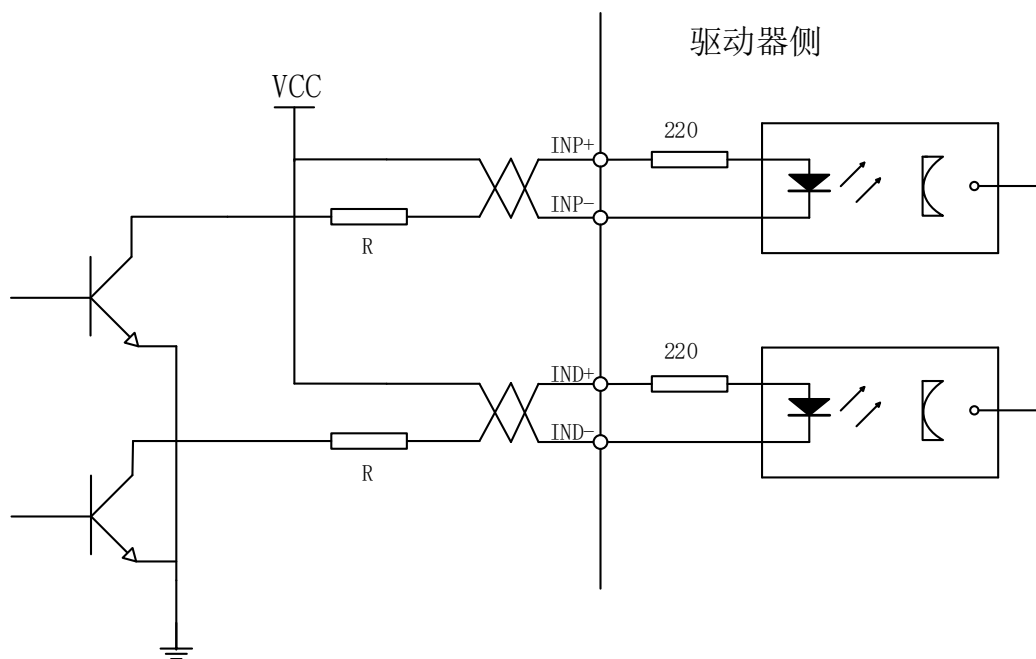

图 2-4: Type3 脉冲量输入接口的单端驱动方式: VCC=24V (R=2k)
- 3、若脉冲量为 $24\text{V}$ ，需外接 $2\text{k}$ 电阻，如图2-4中R。